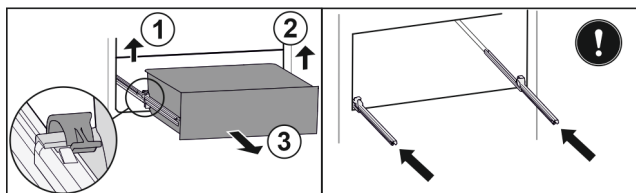

Fig. 162
- ▶ Emelje fel a bal oldali kapcsot, és ezzel egyszerre húzza előre felé a fiók bal oldalát. Fig. 162 (1)
- ▶ Emelj fel a jobb oldali kapcsot, és ezzel egyszerre húzza előre felé a fiók jobb oldalát. Fig. 162 (2)
- ▶ Vegye ki a fiókot előre felé. Fig. 162 (3)